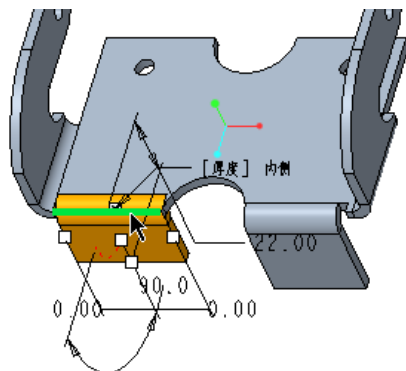

图 5-182 选择连接边
(1) 在功能区“模型”选项卡的“形状”组中单击  (平整) 按钮，打开“平整”选项卡。
(2) 在“平整”选项卡上设置平整壁形状为“矩形”，其折弯角度默认为“90°”，接着选择图 5-182 所示的边线作为连接边。